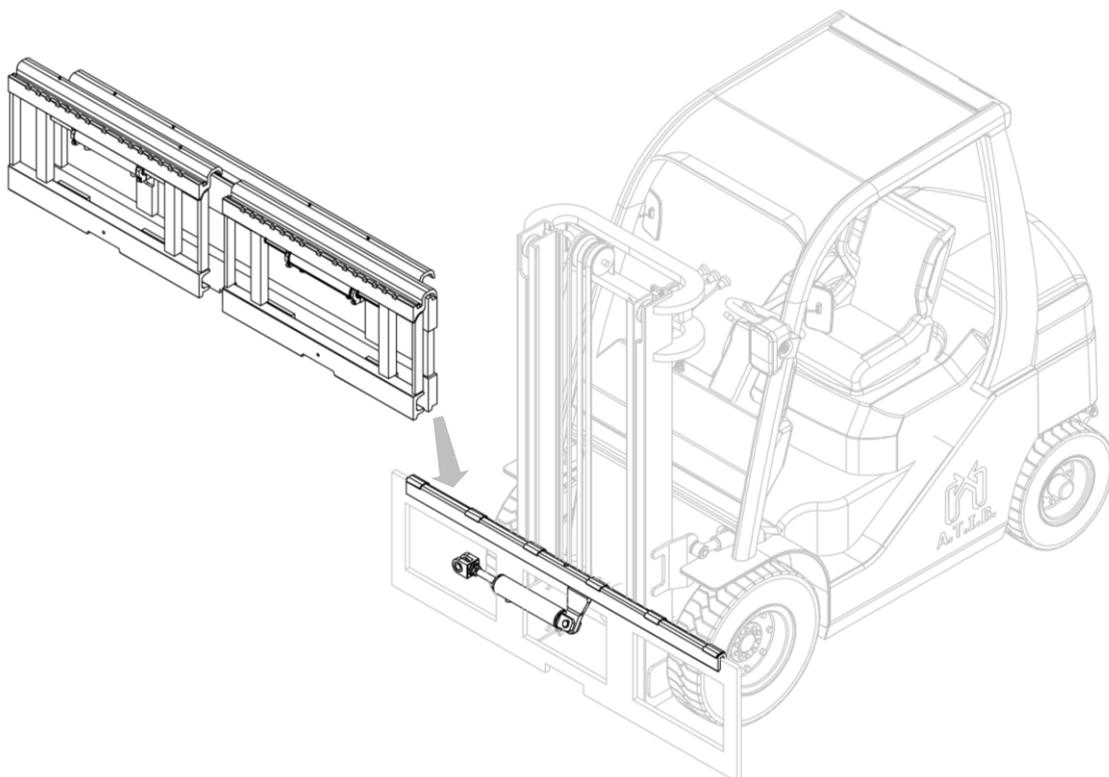

Figura 5
8. Con un carroponete o un paranco di portata sufficiente posizionare l'attrezzatura sul doppio gancio, avendo cura di posizionarla in modo corretto (vedi *Figura 5*).